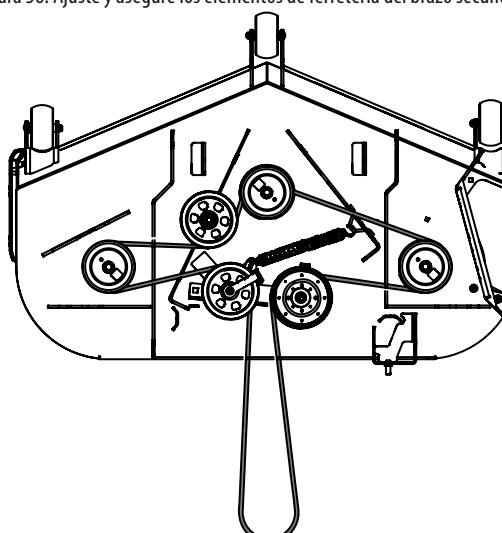

Figura 56
- Coloque la correa como se muestra en la Figura 56. Ajuste y asegure los elementos de ferretería del brazo secundario libre.